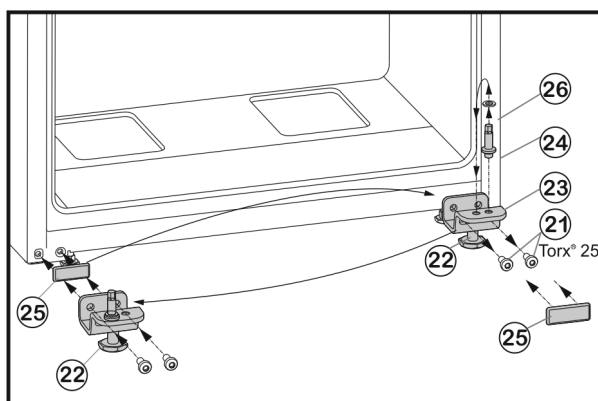

Fig. 6
- ▶ Ξεβιδώστε τις βίδες στερέωσης Fig. 6 (21).
- ▶ Αφαιρέστε το κάτω στήριγμα Fig. 6 (23) πλήρως, μαζί με τον πείρο έδρασης Fig. 6 (24), τη ροδέλα Fig. 6 (26) και το ρυθμιζόμενο πόδι Fig. 6 (22).
- ▶ Ξεβιδώστε τον πείρο Fig. 6 (24) πλήρως μαζί με τη ροδέλα Fig. 6 (26) και μεταφέρετε τα στην απέναντι οπή υποδοχής του στηρίγματος, σφίξτε ξανά.
- ▶ Αφαιρέστε προσεκτικά το κάλυμμα Fig. 6 (25) και μεταφέρετε το στην απέναντι πλευρά.
- ▶ Σφίξτε ξανά **καλά (με 4 Nm)** το στήριγμα κάτω Fig. 6 (23) πλήρως, μαζί με τον πείρο Fig. 6 (24), τη ροδέλα Fig. 6 (26) και το ρυθμιζόμενο πόδι Fig. 6 (22) στη νέα πλευρά του μεντεσέ, χρησιμοποιώντας ενδεχομένως επαναφορτιζόμενο κατσαβίδι.
- ▶ Τοποθετήστε την κάτω πόρτα από επάνω στον πείρο Fig. 6 (24).
- ▶ Ξεβιδώστε το ρυθμιζόμενο πόδι Fig. 6 (22) από το στήριγμα κάτω Fig. 6 (23), μέχρι να ακουμπήσει στο δάπεδο.